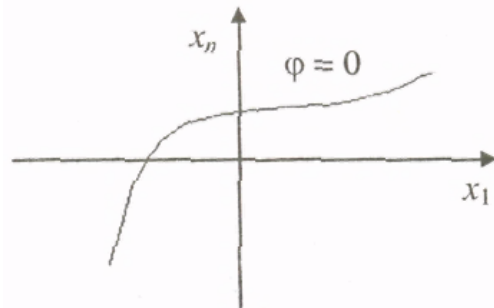

Рис. 1. Иллюстрация реализуемых равновесных состояний.
которое и описывает реализуемые равновесные состояния объекта. Отметим, что (3) задает в пространстве состояний поверхность  $(n - 1)$ -го порядка (рис. 1).